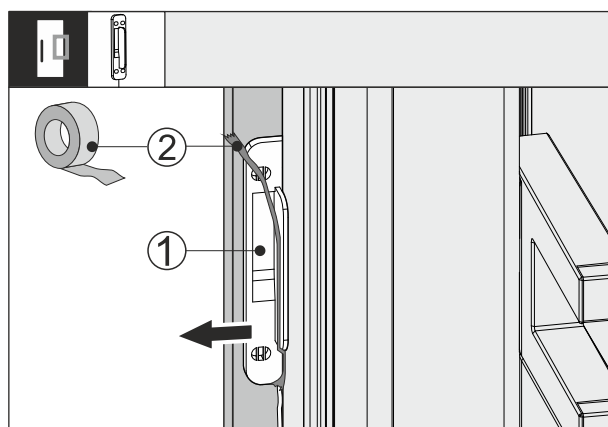

Fig. 64
- ▶ Odstranite lepilni trak Fig. 64 [2] s senzora trkanja Fig. 64 [1].